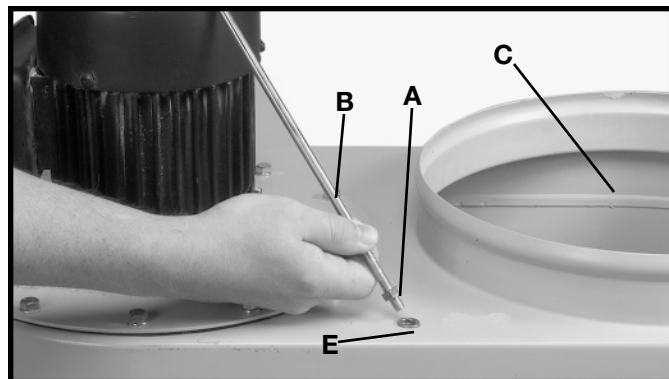
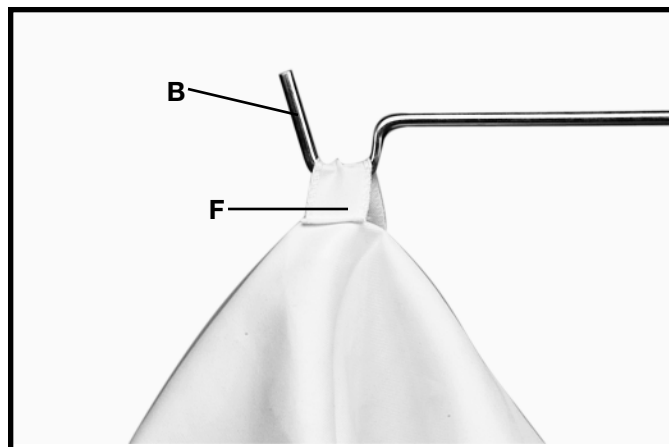
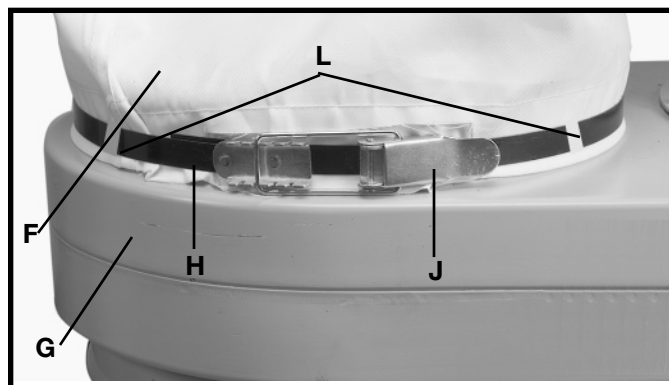

Fig. 13
Fig. 14
Fig. 15
1. Enrosque la tuerca de fijación hexagonal de 5/16" (A), Fig. 13, en el extremo de la varilla de soporte de la bolsa (B). Contra el conjunto de motor y soplador (E) para sujetar la varilla de soporte (B) en posición vertical. La altura de la varilla de soporte puede ajustarse después de que la bolsa del filtro esté colocada en su sitio.
2. Enganche el lazo que está en la parte superior de la bolsa del filtro (F), Fig. 14, en el extremo de la varilla de soporte (B).
3. Posicione el extremo abierto de la bolsa del filtro (F), Fig. 14, sobre el reborde del tambor (G). **NOTA:** Es posible que sea necesario ajustar la altura de la varilla de soporte del tambor en este momento. Si es necesario realizar un ajuste, afloje la tuerca de fijación (A), Fig. 13, y gire la varilla de soporte (B) según sea necesario para obtener la altura apropiada de la varilla con el fin de soportar la bolsa del filtro (F). Apriete la tuerca de fijación (A), Fig. 13. Introduzca la banda de fijación (H) a través del dobladillo de la bolsa del filtro (F) y sujete la bolsa del filtro al tambor fijando la abrazadera (J) de la manera que se muestra en la Fig. 15. **IMPORTANTE:** Asegúrese de que la banda (H) esté posicionada en el canal del tambor (G) antes de fijar la abrazadera (J).